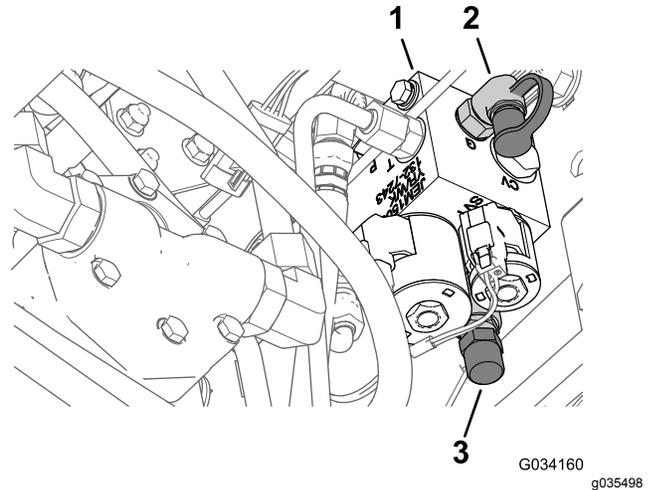

図 14
- 昇降マニホールドの後部にあるテストポートに圧力計を接続する 図 14。
- 昇降マニホールドの前部にある重量移動スプールについているキャップを外す 図 14。
- スプールの底部についているジャムナットをゆるめる 図 14。